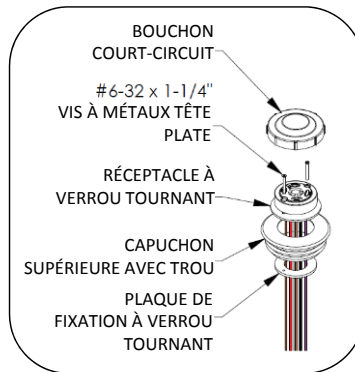

Fig. 8 – Installer le réceptacle à verrou tournant sur le capuchon supérieur
8. Installer le capuchon supérieur sur le pied (expédié avec le pied). Si l'unité est munie d'un réceptacle à verrou tournant, assembler le réceptacle et le capuchon supérieur comme l'indique la Fig. 8 et connecter le câblage avant d'installer le capuchon. Installez fourni bouchon court-circuit ou de contrôle photo-électrique.